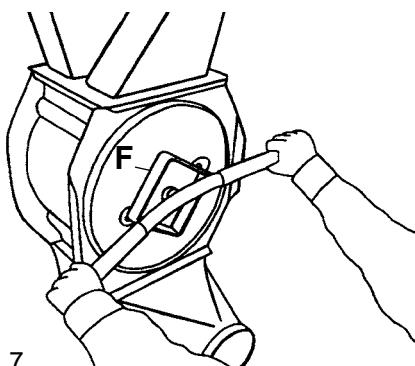

Fig. 7
5. Retirer le capot du rotor, voir figure 7. Pour démonter facilement le rotor, utiliser un outil spécifique comme indiqué (F). L'outillage peut être fourni par KONGSKILDE sous la référence 121 000 514. Faire pivoter le rotor en sens inverse des aiguilles d'une montre tout en le retirant du capot. Au moment du montage du rotor, utiliser la poulie pour faire pivoter le rotor pour engager l'essieu dans l'engrenage.